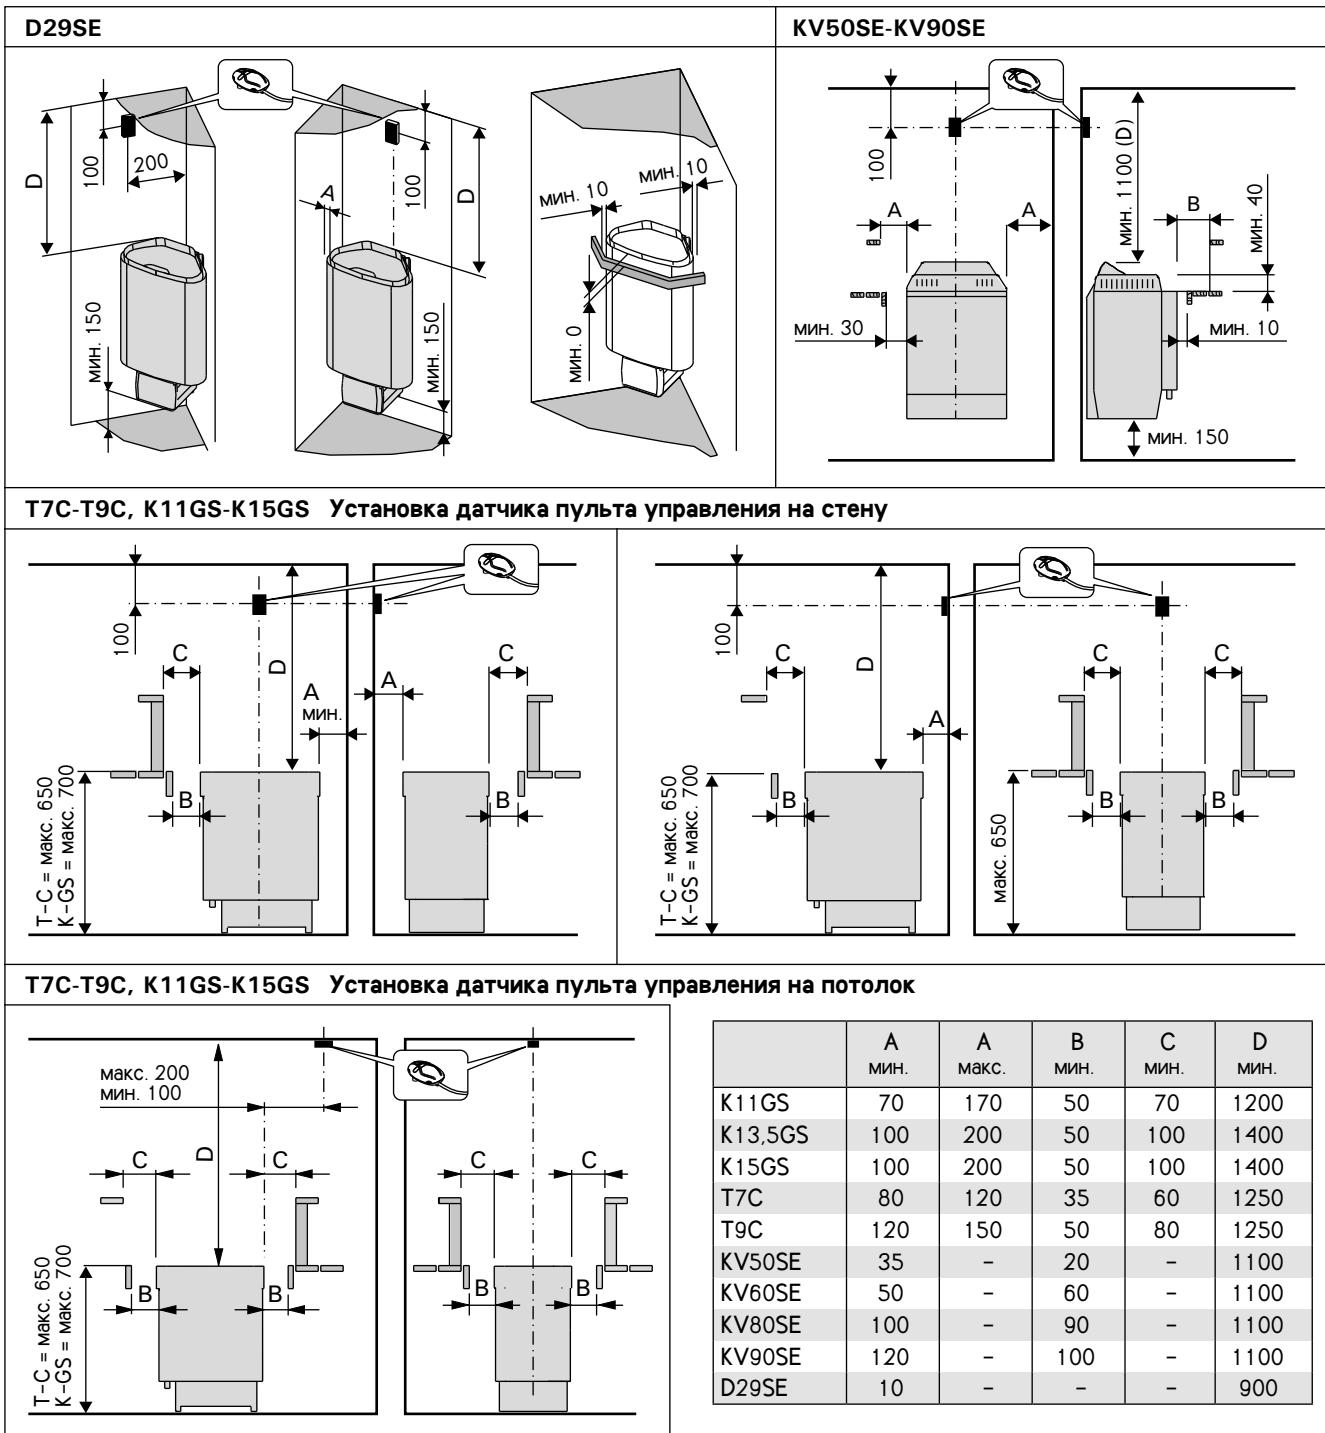
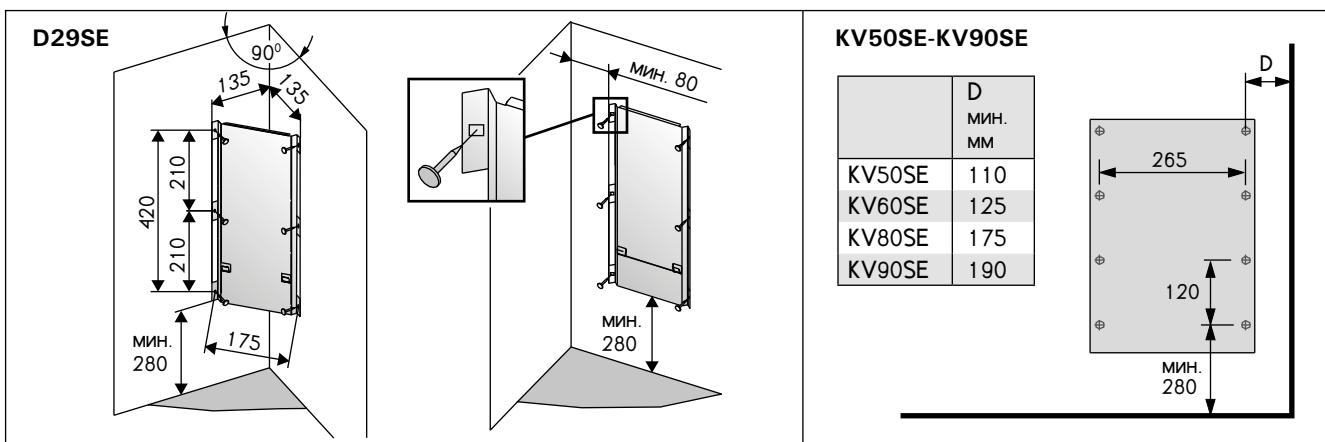

Рисунок 5. Расстояния безопасности (все размеры приведены в миллиметрах)
Рисунок 6. Установка креп. жной рамы (все размеры приведены в миллиметрах)
- При расположении каменки выполняются условия минимальных расстояний, изображенных на рис. 5 и указанных в таблице 2.
1. Прикрепите установочный кронштейн к стене винтами, входящими в комплект поставки кронштейна. Соблюдайте безопасные минимальные расстояния, указанные на рисунке 5. Установочные размеры кронштейна показаны на рис. 6.
1. С помощью прилагаемых шурупов прикрепите к стене монтажную раму, соблюдая минимальные расстояния, указанные в таблице 2 и на рис. 5. Установка рамы изображена на рис. 6.
Перед установкой необходимо принять во внимание минимальные расстояния до легковозгораемых материалов. См. табл. 2 и рис. 5.
При установке защитного ограждения вокруг каменки следует соблюдать расстояния, указанные на рис. 5 и таблице 2.